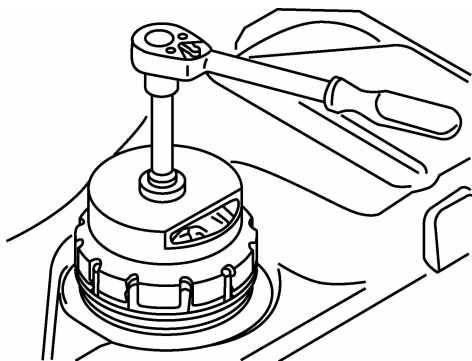
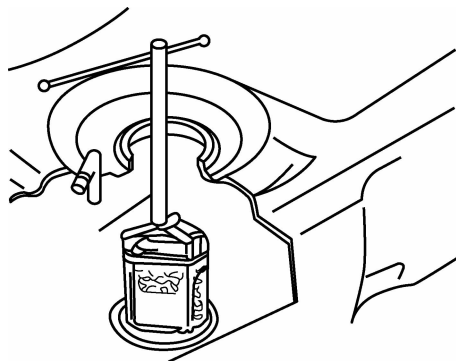

图 2-31 用专用工具旋下大螺母
图 2-32 拆卸汽油泵
(4)用专用工具旋下大螺母,如图 2-31 所示。
(6) 拨下密封凸缘内的汽油表导线插头。
(7) 将专用工具插入到汽油箱内汽油泵壳体的三个拆装缺口内, 旋松汽油泵, 如图 2-32 所示。
(7)用专用工具拧紧大螺母(见图 2-31)。